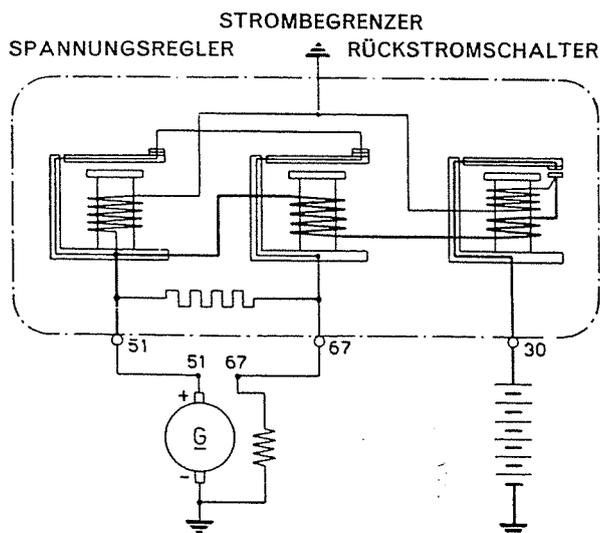

Abb. 339 - Schematische Darstellung der Reglergruppe GN 1/12/16.
1. - Man achte darauf, dass die Verwechslung der Klemmen 67 und 51 der Reglergruppe (also die irriige Verbindung des von der Lichtmaschine kommenden Kabels - mit 67 numeriert - mit der Klemme 51 der Reglergruppe und des Kabels 51 mit der Klemme 67) eine **sofortige** Beschädigung der Gruppe zur Folge haben würde, weil der von der Lichtmaschine erzeugte und von ihrer Klemme 51 zur Klemme 67 der Reglergruppe geleitete Strom (siehe Abb. 339 und 340) an die Verbraucher und die Batterie über die Kontakte des Strombegrenzers und des Spannungsreglers gelangen würde. Die Folgen kann man sich leicht vorstellen: sobald die steigende Lichtmaschinen-Spannung die Öffnung der Kontakte des Spannungsreglers (oder des Strombegrenzers, je nach dem Ladezustand der Batterie und der Stromaufnahme der Verbraucher) bewirkt, dann entsteht zwischen genannten Kontakten, die jetzt nicht nur die Aufgabe haben, den Reglerwiderstand einzuschalten, sondern den ganzen von der Lichtmaschine abgegebenen Strom unterbrechen müssen, eine starke Funkenbildung, die sofort Materialabschmelzungen, Erhitzung des gesamten Kontaktes, Oxydationen usw. verursacht.